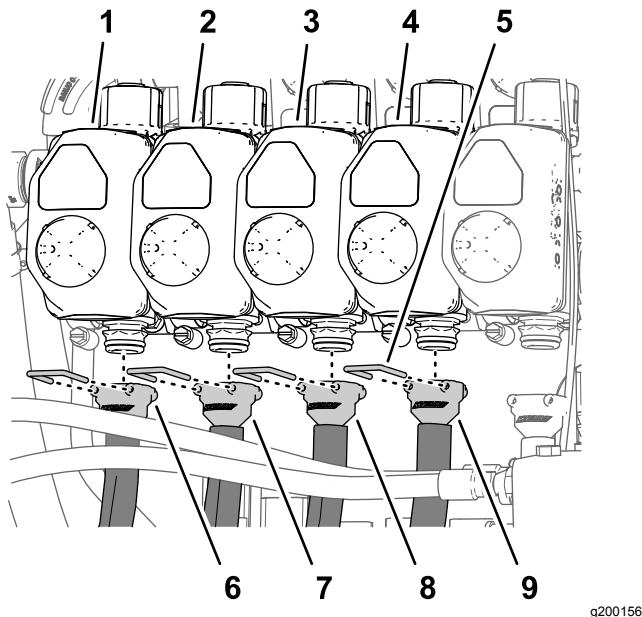
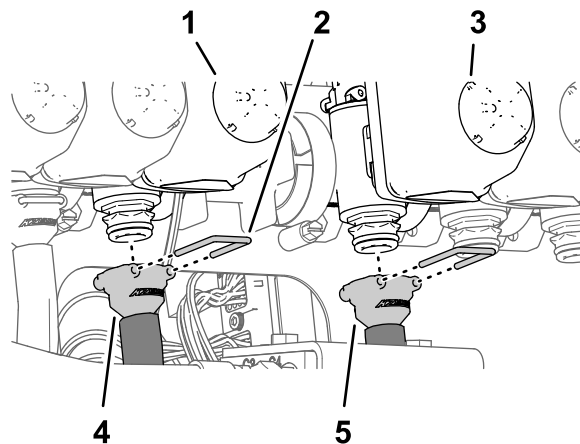
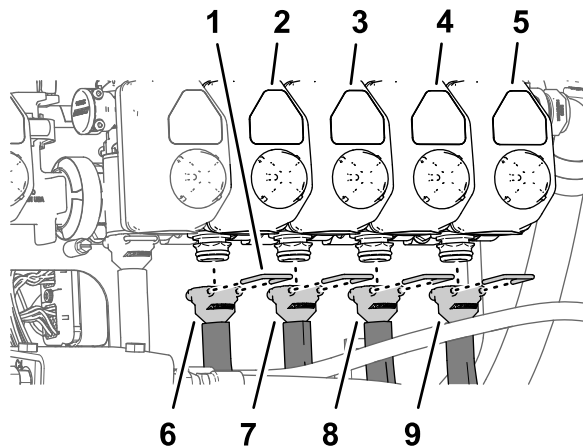

Figura 124
Figura 125
Figura 126
Nota: Fate riferimento a Figura 124 in Montaggio dei flessibili sulle valvole degli ugelli 1-4 (pagina 60), Figura 125 in Montaggio dei flessibili sulle valvole degli ugelli 5 e 6 (pagina 60) e Figura 126 in Montaggio dei flessibili sulle valvole degli ugelli 7-10 (pagina 61) per le posizioni delle valvole degli ugelli.
1. Montate il raccordo dentellato diritto di un flessibile di alimentazione da 279 cm sull'accoppiatore della valvola dell'ugello 1 (Figura 124).
2. Fissate il raccordo dentellato all'accoppiatore con un fermo (Figura 124).
3. Montate il raccordo dentellato diritto di un flessibile di alimentazione da 234 cm sull'accoppiatore della valvola dell'ugello 2 (Figura 124).
4. Fissate il raccordo dentellato all'accoppiatore con un fermo (Figura 124).
5. Montate il raccordo dentellato diritto di un flessibile di alimentazione da 188 cm sull'accoppiatore della valvola dell'ugello 3 (Figura 124).
6. Fissate il raccordo dentellato all'accoppiatore con un fermo (Figura 124).
7. Montate il raccordo dentellato diritto di un flessibile di alimentazione da 188 cm sull'accoppiatore della valvola dell'ugello 4 (Figura 124).
8. Fissate il raccordo dentellato all'accoppiatore con un fermo (Figura 124).
1. Montate il raccordo dentellato diritto di un flessibile di alimentazione da 81 cm sull'accoppiatore della valvola dell'ugello 5 (Figura 125).
2. Fissate il raccordo dentellato all'accoppiatore con un fermo (Figura 125).
3. Montate il raccordo dentellato diritto di un flessibile di alimentazione da 81 cm sull'accoppiatore della valvola dell'ugello 6 (Figura 125).
4. Fissate il raccordo dentellato all'accoppiatore con un fermo (Figura 125).
1. Montate il raccordo dentellato diritto di un flessibile di alimentazione da 188 cm sull'accoppiatore della valvola dell'ugello 7 (Figura 126).
2. Fissate il raccordo dentellato all'accoppiatore con un fermo (Figura 126).
3. Montate il raccordo dentellato diritto di un flessibile di alimentazione da 188 cm sull'accoppiatore della valvola dell'ugello 8 (Figura 126).
4. Fissate il raccordo dentellato all'accoppiatore con un fermo (Figura 126).
5. Montate il raccordo dentellato diritto di un flessibile di alimentazione da 234 cm sull'accoppiatore della valvola dell'ugello 9 (Figura 126).
6. Fissate il raccordo dentellato all'accoppiatore con un fermo (Figura 126).
sull'accoppiatore della valvola dell'ugello 10 (Figura 126).
8. Fissate il raccordo dentellato all'accoppiatore con un fermo (Figura 126).